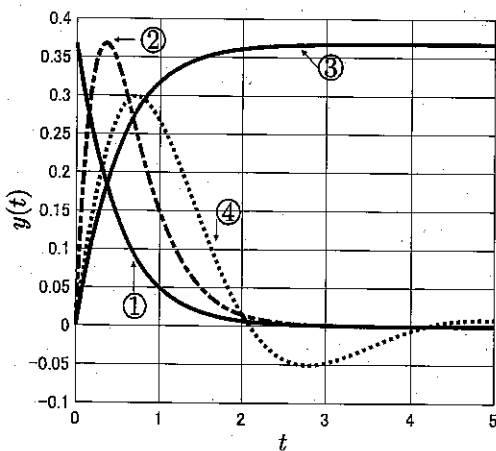

図 3
(5) (2)で得られた $y(t)$ のグラフとして適切なものを図3中の選択肢①～④から選び、記号で答えよ。(4点)